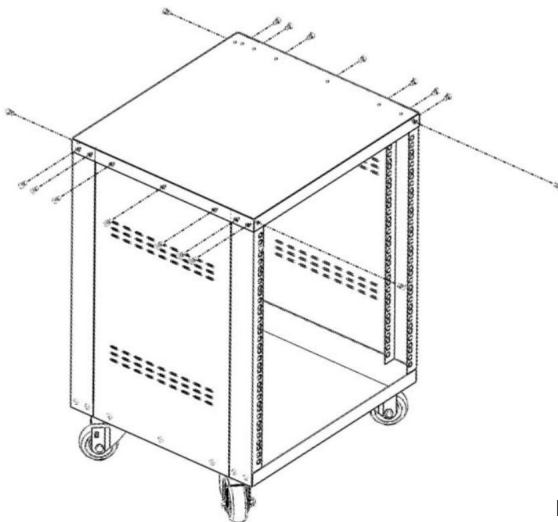

Figura 4
4. Posizionare il pannello superiore sulla parte superiore del rack, allineare il pannello superiore con il supporto angolare e il pannello laterale, fissarlo con 18 viti a testa a croce M5 mediante un cacciavite elettrico. Vedere Figura 4.